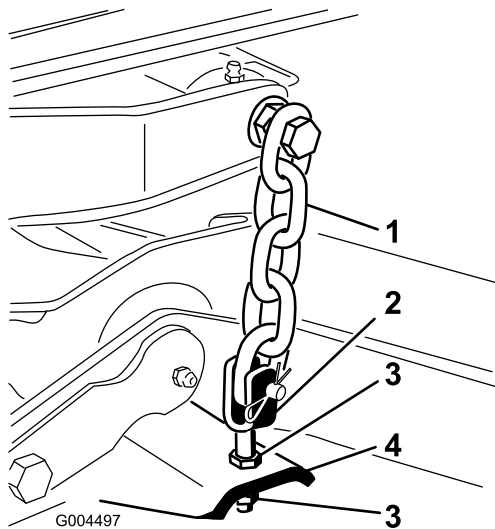

Figura 5
8. Ajuste as porcas de segurança que prendem as forquilhas/correntes do cortador ao cortador até que o cortador fique nivelado (Figura 5).
7. Ajuste as porcas de segurança que prendem as forquilhas/correntes do cortador (Figura 5) para elevar a traseira do cortador de forma a que a inclinação da lâmina fique definida para 8 a 11 mm